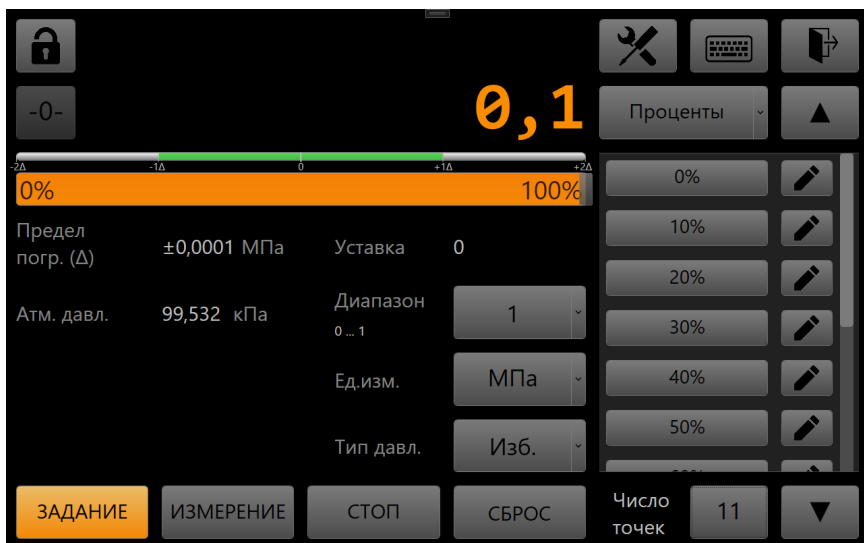

Рис. 8. Ввод уставки по процентам
7.5.3 По нажатии кнопки  появляется меню типа ввода уставки с пунктами: **Ручной ввод**, **Задан. процент**, **Программа**. Цифровая клавиатура ввода соответствует пункту **Ручной ввод**. При выборе типа ввода **Задан. процент** цифровая панель ввода принимает следующий вид (Рис. 8).